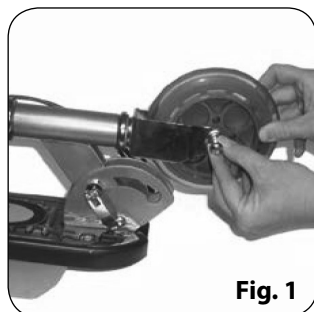

Fig. 1
2. Weź przednie koło i zamontuj je na przednich widelkach hulajnogi. Patrz: Fig. 1